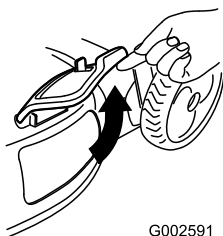

Figure 33
2. Soulevez le volet d'éjection latérale en position ouverte (Figure 33).